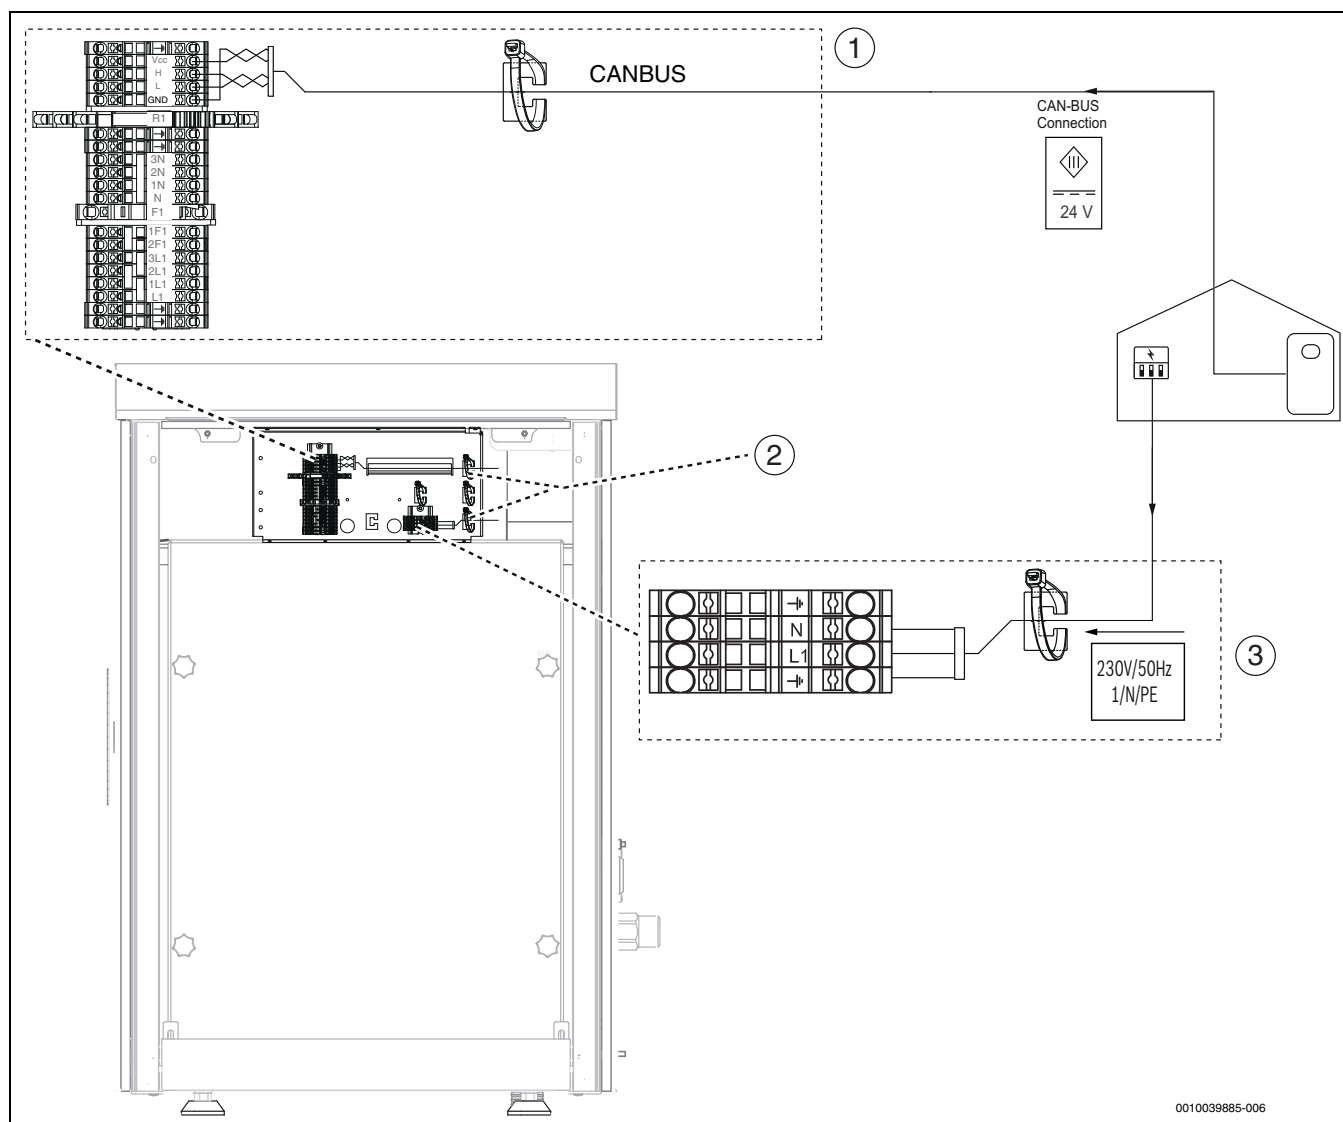

Fig. 40 Boîtier de connexion
- ▶ Raccorder le câble comme illustré à la →Figure 40.